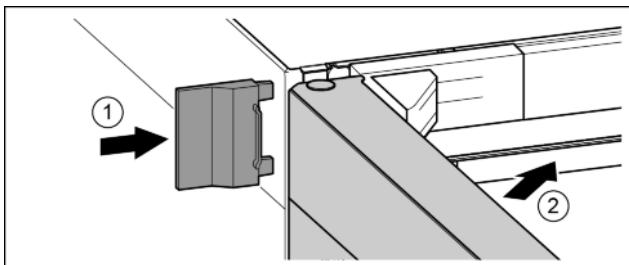

Fig. 19
- Нахлузете външния капак. Fig. 19 (1)
- Затворете горната врата. Fig. 19 (2)